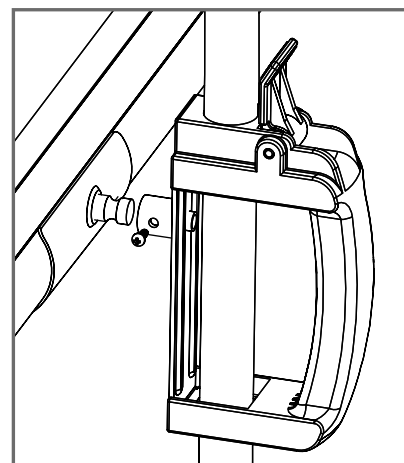

Рис. 6
- при необходимости отстегните штатив от корпуса экрана, повернув рычаг фиксации рис. 6..